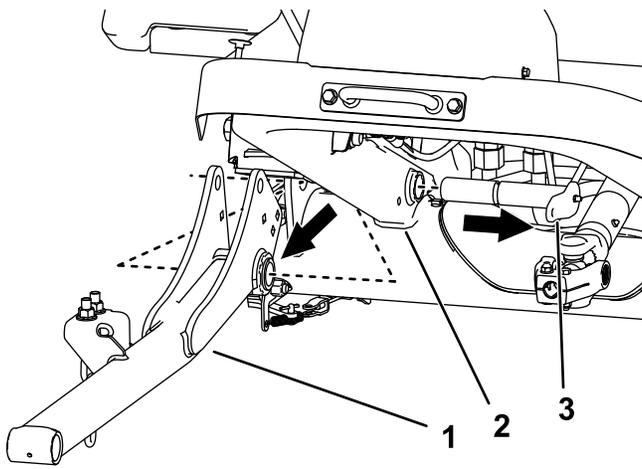

Figure 5
- E. Déposez les bras de levage et les grandes goupilles du cadre de la machine (Figure 5).